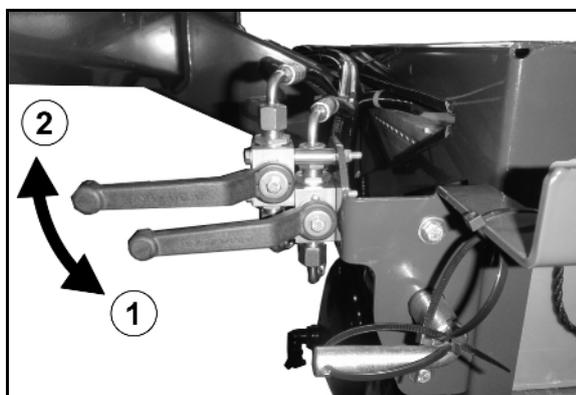

Fig. 26
- Abrir las llaves de cierre en el bloque hidráulico (Fig. 26/1).
- Cerrar las llaves de cierre (Fig. 26/2):